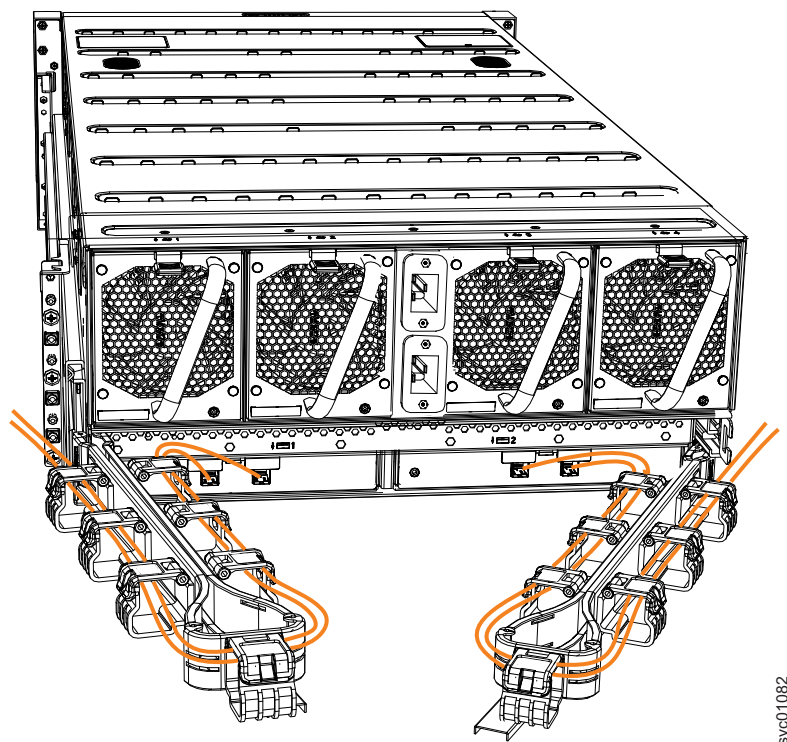

図 99. ケーブル・マネジメント・アームを通して配線された SAS ケーブルの例
8. ケーブル・マネジメント・アームを通して SAS ケーブルを配線します (図 99 を参照)。